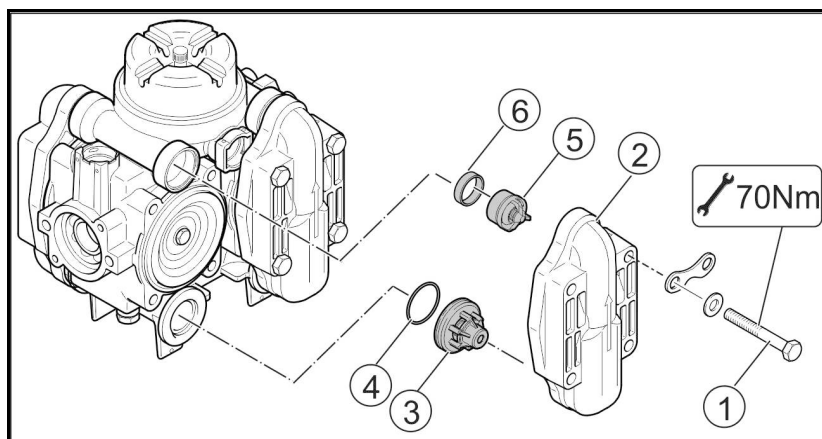

Fig. 151
2. Løsn skruerne (Fig. 151/1).
3. Tag ventildækslet (Fig. 151/2) af.
4. Ventilgruppen (Fig. 151/3) afmonteres.
5. Valve tætningsring (Fig. 151/4) og O-Ringen (Fig. 151/5) afmonteres.